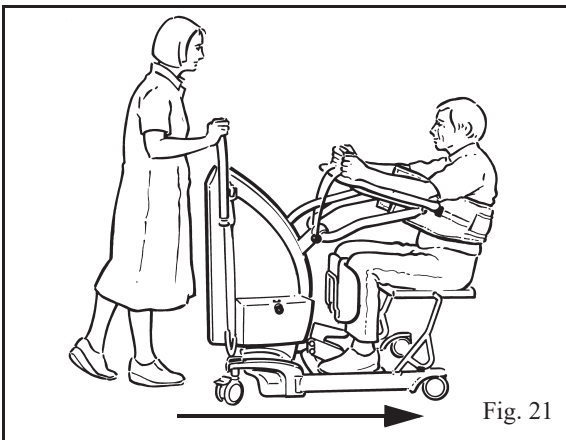

Fig. 21
Om nødvendig kan det avtakbare toalettsetet monteres og pasienten senkes til en komfortabel sittende stilling for bruk av bekken eller forflytning over en større avstand. (Se Fig. 21)
**Merk:** Forflytning bør utføres med samlet understell, slik at det er lettere å komme gjennom døråpninger osv. Trill alltid i retningen vist i fig. 21.